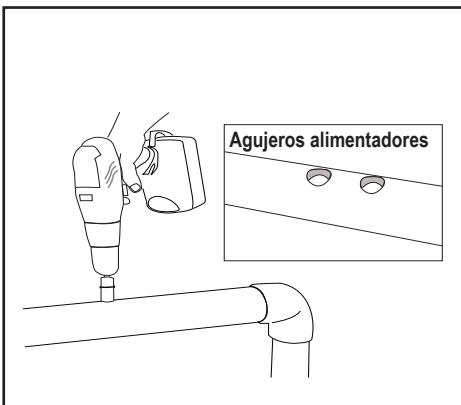

Figura 8. Perforación de agujeros alimentadores
8. Haga los agujeros alimentadores usando una sierra hueca. Asegúrese de agujeros esten limpios y suaves (ver Figura 8).